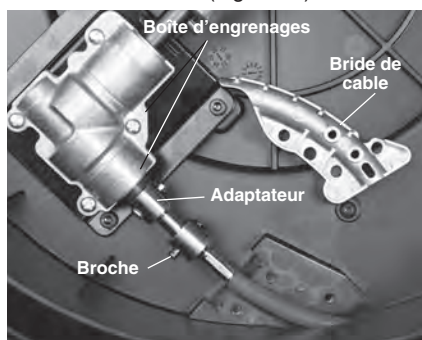

Figure 15 – Remplacement du câble gainé
3. Ouvrez le carter (Figure 15).
4. Retirez les vis de la bride du câble, puis enlevez la bride (Figures 15 et 16).